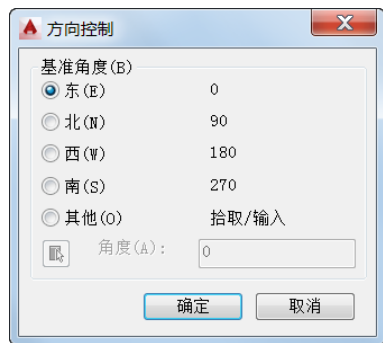

图 2-2 “方向控制”对话框
(1) 在“长度”选项组中指定测量的当前单位及当前单位的精度，其中从“类型”下拉列表框中可以设置测量单位的当前格式，如“小数”“分数”“工程”“建筑”和“科学”，其中，“工程”和“建筑”格式提供了英尺和英寸显示并假定每个图形单位表示一英寸，其他格式可以表示任何真实世界单位。
(2) 在“角度”选项组中指定当前角度格式（如“十进制度数”“百分度”“度/分/秒”“弧度”或“勘测单位”）和当前角度显示的精度，通常取消勾选“顺时针”复选框以默认正角度方向是逆时针方向。
(3) 在“插入时的缩放单位”选项组中控制插入到当前图形中的块和图形的测量单位，如果块或图形创建时使用的单位与该选项指定的单位不同，则在插入这些块或图形时，将对其按比例缩放，所谓的插入比例是源块或图形使用的单位与目标图形使用的单位之比。如果插入块时不按指定单位缩放，那么从该选项组的“用于缩放插入内容的单位”下拉列表框中选择“无单位”选项。当源块或目标图形中的“用于缩放插入内容的单位”设定为“无单位”时，将使用“选项”对话框的“用户系统配置”选项卡中的“源内容单位”和“目标图形单位”设置。
(4) 在“输出样例”选项组中显示用当前单位和角度设置的例子。
(5) 在“光源”选项组中控制当前图形中光度控制光源的强度测量单位。
(6) 如果在“图形单位”对话框中单击“方向”按钮，将打开图 2-2 所示的“方向控制”对话框，从中可设置基准角度等，然后单击“确定”按钮。